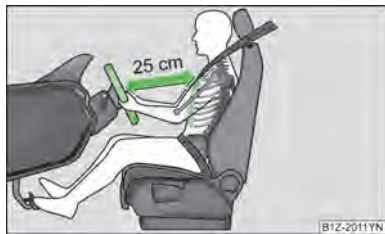

图1
- ▶ 调整方向盘：方向盘和胸部之间距离不小于 25 厘米 » 图 1。
- 驾驶员必须与方向盘之间保持至少 25 cm 的距离 » 图 1。如果您未与之保持上述最小距离，则安全气囊系统无法对您进行有效保护，可能有生命危险！